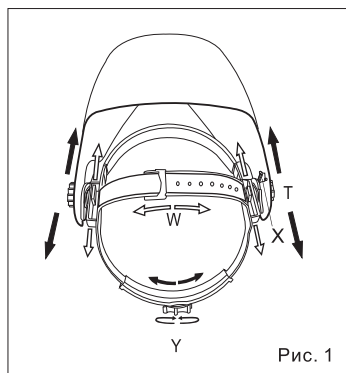

Рис. 1
1. Длину окружности оголовья можно увеличить или уменьшить, вращая ручку с нажатием на затылочной части оголовья. (см. "Y" на рис.1). Данная процедура выполняется при надетой сварочной маске и позволяет получить натяжение, необходимое для надежной фиксации сварочной маски на голове.
2. Если наголовник сидит на голове слишком высоко или слишком низко, отрегулируйте ремень, который проходит через макушку. Для этого ослабьте конец ремня, выдавив стопорный штифт из отверстия на ремне. Переместите две части ремня относительно друг друга на требуемую длину и вставьте стопорный штифт обратно (см. "W" на рис.1).
1. Ослабьте гайки-фиксаторы (см. "Т" на рис. 1) и двигайте маску к или от вашего лица. Убедитесь, что расстояние между обоими глазами и светофильтром одинаковое, чтобы избежать неравномерного затемнения светофильтра.